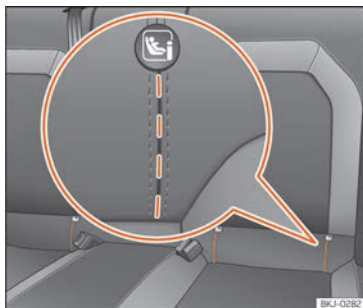

Fig. 26 Asiento trasero: ranuras troqueladas para acceder a las anillas de sujeción ISO-FIX/iSize.
En algunos vehículos, las anillas van fijadas al armazón del asiento y en otros al suelo posterior. Las anillas "ISOFIX" están ubicadas entre el respaldo y el cojín del asiento trasero »» **fig. 26**. Las anillas Top Tether* están situadas en la zona posterior de los respaldos
• Proceda previamente a la apertura manual del troquelado situado detrás de las ranuras marcadas para tener acceso a las argollas de sujeción » **fig. 26.**